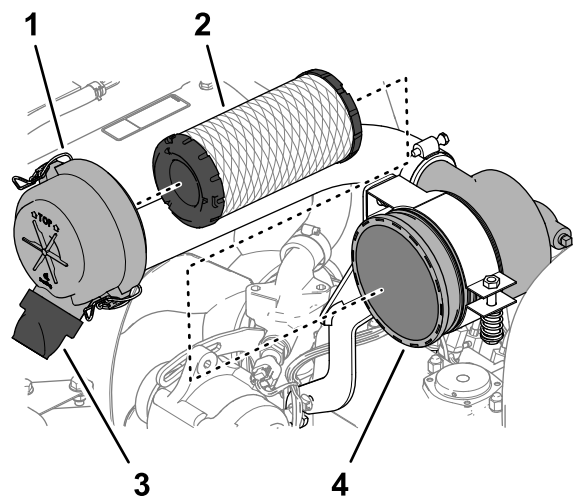

Figura 75
3. Rilasciate i dispositivi di fermo che fissano il coperchio del filtro dell'aria al corpo del filtro (Figura 75).
6. Rimuovete la cartuccia del filtro (Figura 75).
7. Rimuovete la valvola di uscita in gomma (Figura 75) dalla porta di espulsione della morchia del coperchio del filtro dell'aria.